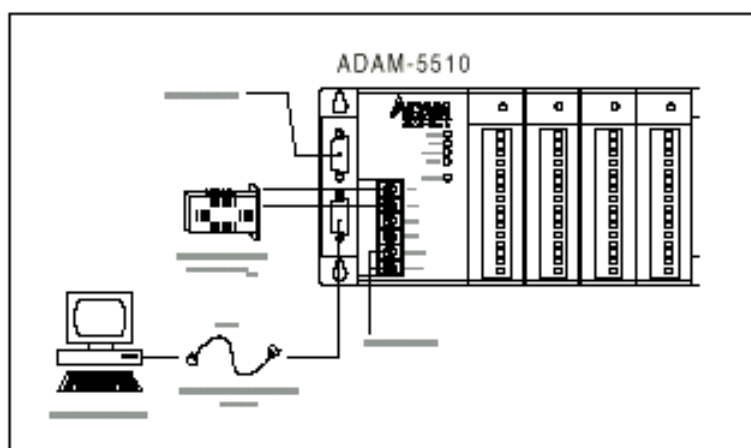

图 2-1 ADAM-5510 布线与连接
- ✧ 用标准的 DB-9 针电缆线连接主机的 RS232 口和 ADAM-5510 编程口。见图 2-1。